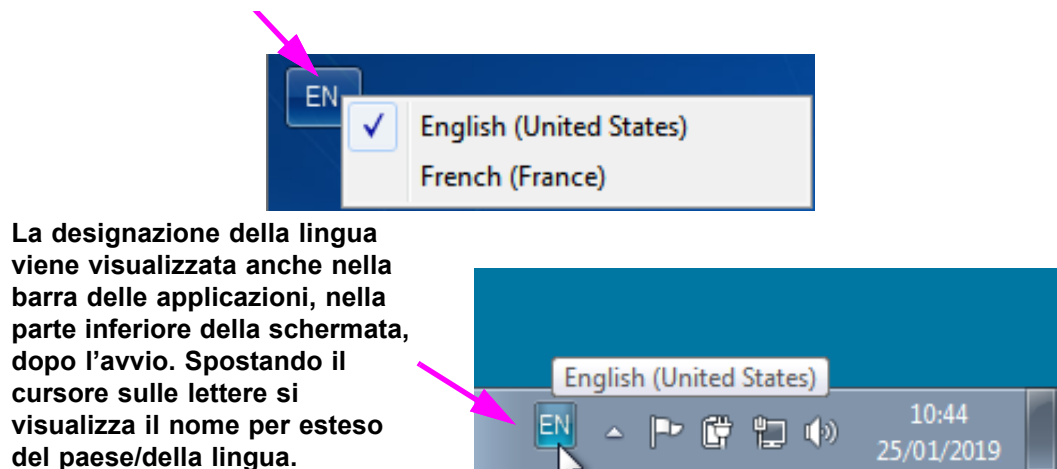

Figura C-19. Menu a discesa delle lingue nella schermata iniziale (Windows 7)
2. Fare clic sull'icona con le due lettere; viene visualizzato un menu simile a quello mostrato nella Figura C-19 a sinistra.